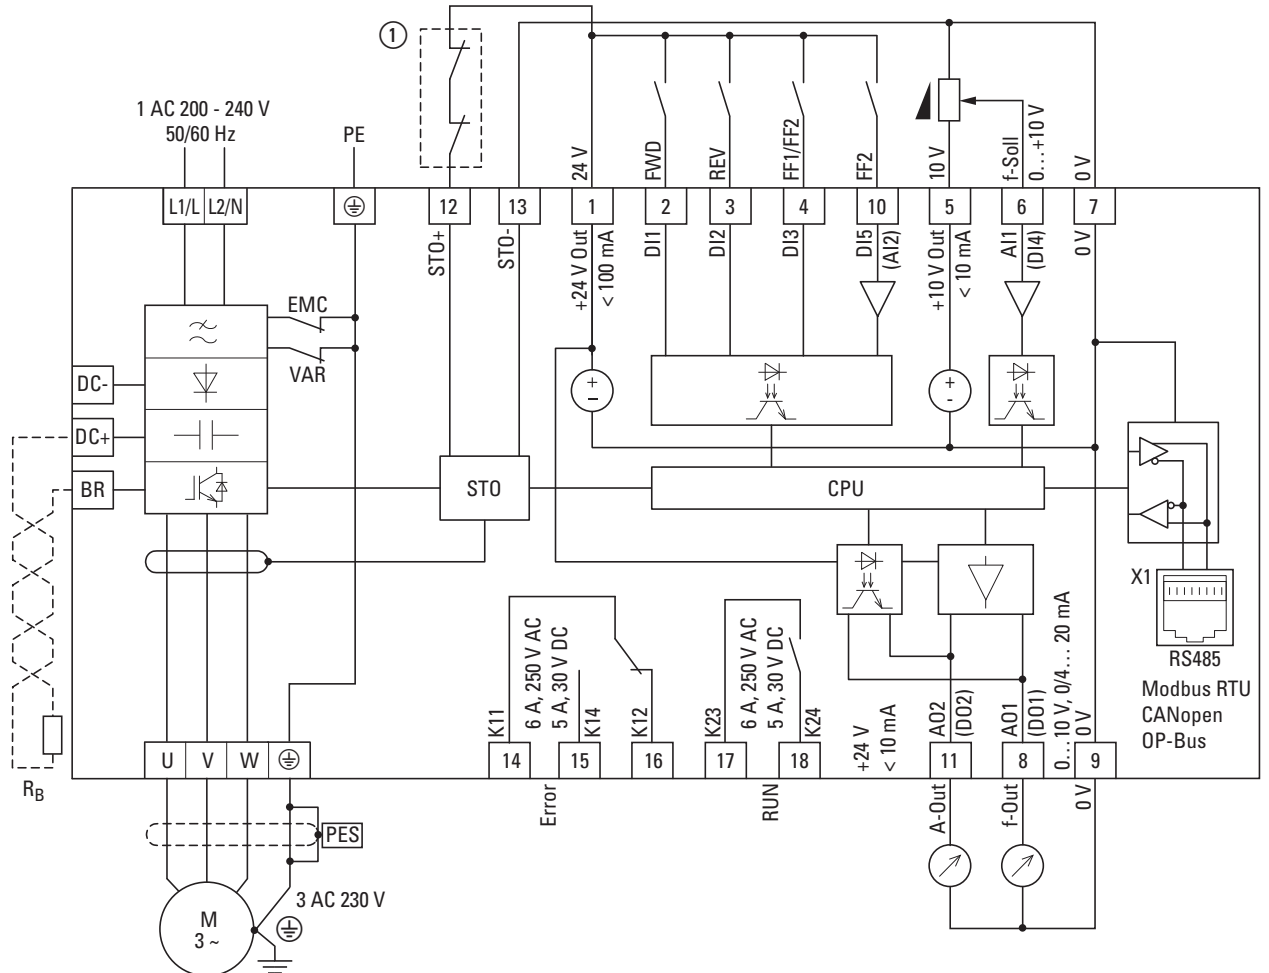

Abbildung 84: Blockschaltbild DA1-12...
① Direkte Freigabe der STO-Funktion oder Relais: Safe Torque Off (STO), SIL 2 (EN 61800-5-2) wie in → Abbildung 84, Seite 115.